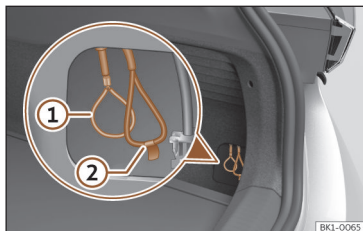

Fig. 52 Detrás de la cubierta: desbloqueo de emergencia del conector de carga ① y punto de corte para rescate ②.
- Tire del lazo para el desbloqueo manual de emergencia»» **fig. 52** ①. ¡El lazo **no** tiene ninguna banderita »» ⚠! El conector de carga se puede retirar »» ⚠.
Justo al lado del lazo para el desbloqueo manual de emergencia hay un lazo para el fusible del sistema de alto voltaje para los servicios de emergencia»» **fig. 52** ②. El fusible viene señalizado con una banderita amarilla »» ⚠.